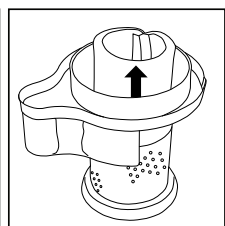

Fig. 6
4. Retire el prefiltro negro del interior del soporte del filtro ciclónico (Fig. 6).